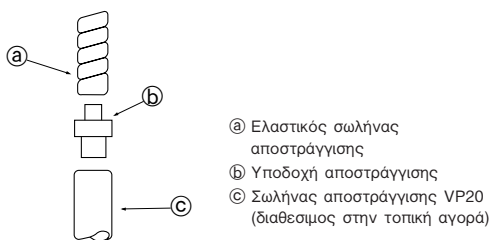

Fig. 5-1
5.1. Εργασία στο σωλήνα αποστράγγισης (Fig. 5-1)
- Όταν συνδέετε στο VP20, χρησιμοποιήστε τη βοηθητική υποδοχή αποστράγγισης ④. Σφίξτε καλά τη σύνδεση στο σωλήνα με το συγκολλητικό βινυλχλωριδίου έτσι ώστε να μην υπάρχει κίνδυνος διαρροής.